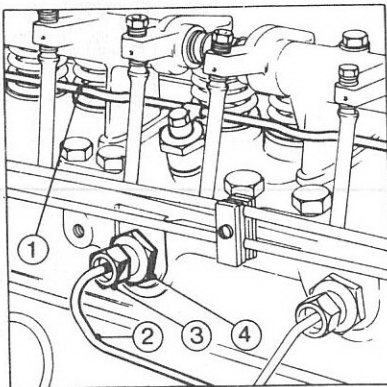

Fig. 24
3. Enlever le tuyau de retour de carburant en dévissant l'écrou-raccord situé à l'arrière de la culasse ainsi que les boulons qui relient le tuyau de retour aux injecteurs (Fig. 24).
7. Desserrer les écrous de joint d'huile d'injecteur (Fig. 24) et en dévissant les écrous adaptateurs d'admission de carburant, déposer les adaptateurs hors des injecteurs.